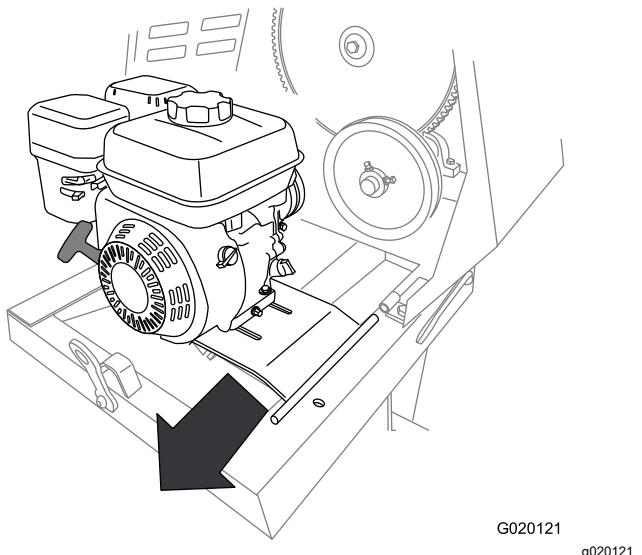

Figure 51
10. Poussez le plancher moteur en arrière et sortez-le du support de charnière avant (Figure 51).
11. Déposez le moteur et le plancher moteur de la machine (Figure 51).
2. Alignez le pivot du plancher moteur sur le support de charnière avant (Figure 51).
3. Poussez le plancher moteur en avant et le pivot dans le support de charnière avant (Figure 51).
4. Alignez le support de charnière arrière sur le pivot de la charnière du plancher moteur (Figure 51).